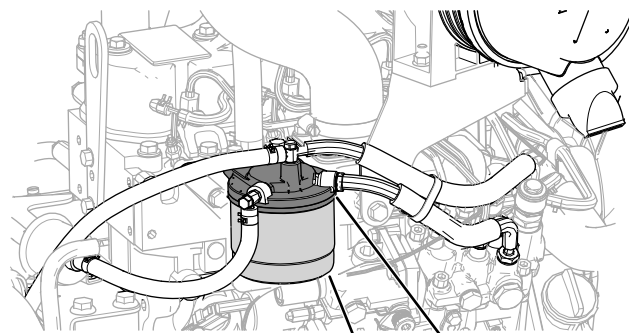

図 57
1. 燃料フィルタのヘッドの周囲をきれいに拭く 図 57。
2. フィルタを外してフィルタヘッドの取り付け部をきれいに拭く 図 57。